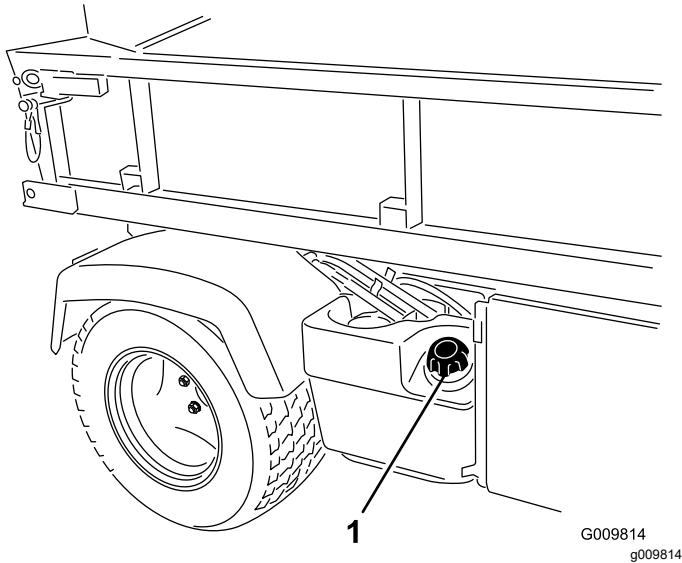

Bild 14
- Entfernen Sie den Tankdeckel (Bild 14).